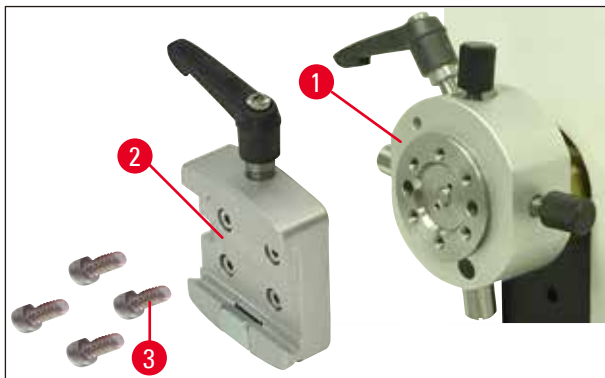

Fig. 9
2. Separar el soporte de cola de milano (→ Fig. 9-2) del dispositivo de sujeción (→ Fig. 9). Para ello, destornille los cuatro tornillos (→ Fig. 9-3) con una llave Allen con mango no. 3 (→ Fig. 10-1).